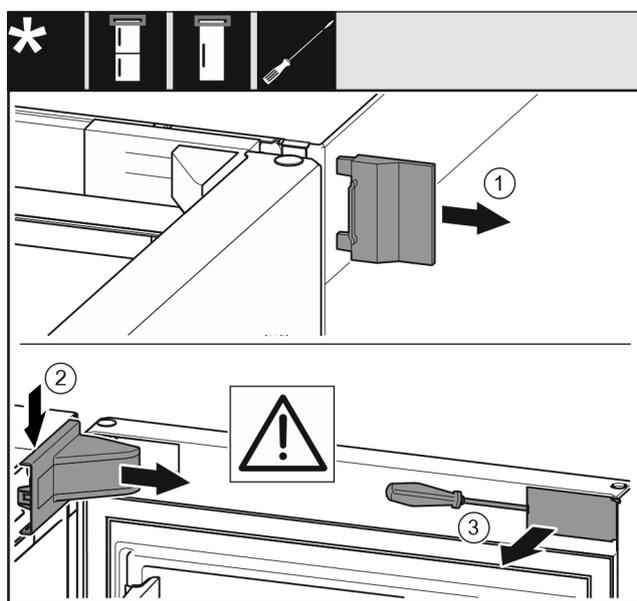

Fig. 10
- ▶ Äußere Abdeckung Fig. 10 (1) abnehmen.
- ▶ Lagerbockabdeckung Fig. 10 (2) ausrasten und abnehmen.
- ▶ Blende Fig. 10 (3) mit Schlitzschraubendreher ausrasten und zur Seite schwenken.